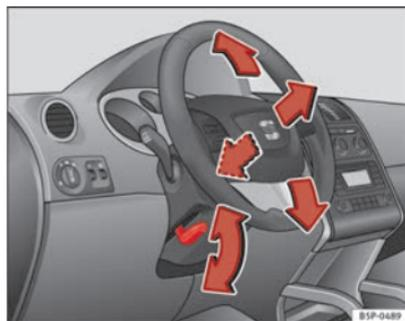

Fig. 133 Regulação da posição do volante
- Puxe para baixo a alavanca ⇒ Fig. 133 situada por baixo da coluna da direcção ⇒ ⚠.